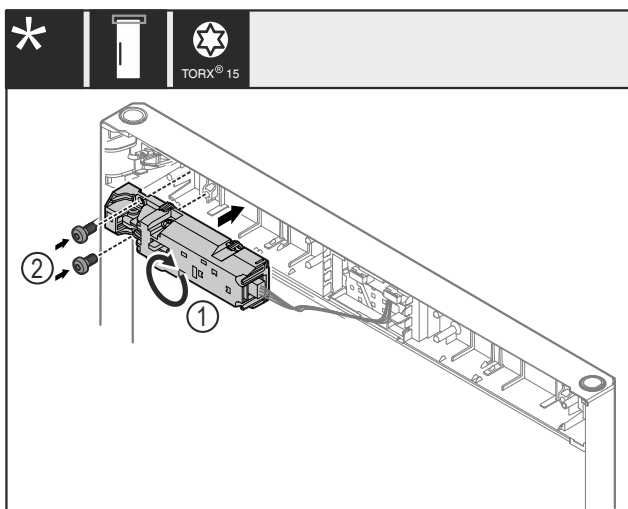

Fig. 23
- ▶ Otočte dálkový zámek Fig. 23 (1) o 180° a namontujte jej na protější straně.
- ▶ Dálkový zámek Fig. 23 (1) upevněte šrouby Fig. 23 (2).